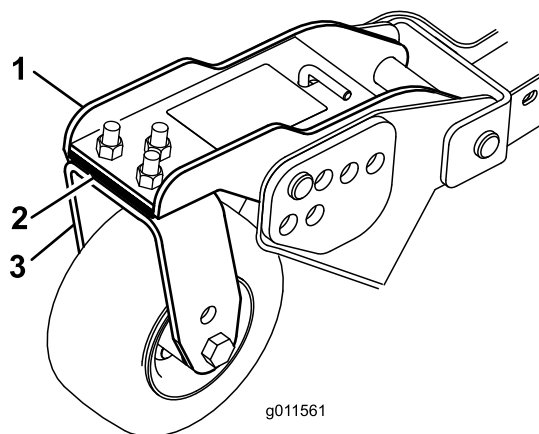

Figure 82
1. Enlevez les vis et écrous de fixation de la roue pivotante à la fourche (Figure 82).